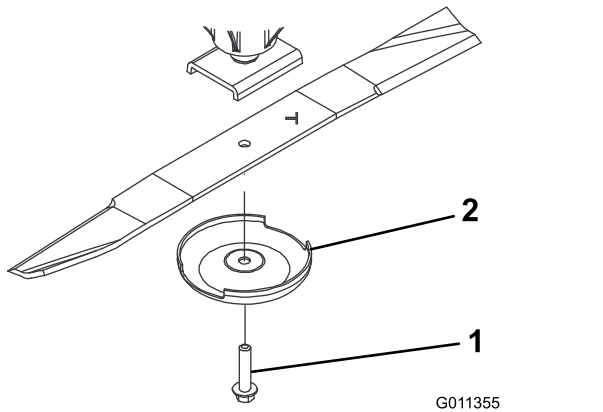

Figure 67
3. Tenez la lame par son extrémité avec un chiffon ou un gant épais et enlevez le boulon, la coupelle de protection et la lame de l'axe de pivot (Figure 67).
4. Montez la lame en dirigeant l'ailette vers le tablier de coupe, et fixez-la avec la coupelle de protection et le boulon (Figure 67).